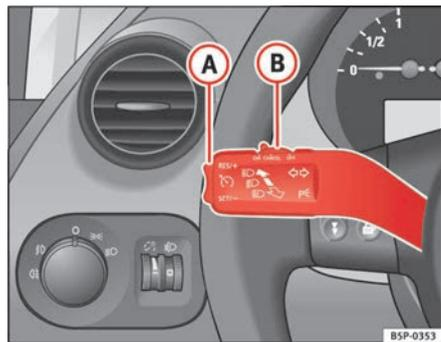

Fig. 145 Levier des clignotants et de l'inverse-codes : commutateur et touche basculante pour régulateur de vitesse
- Déplacez la commande ⇒ fig. 145 (B) vers la gauche pour la régler sur **ON**.